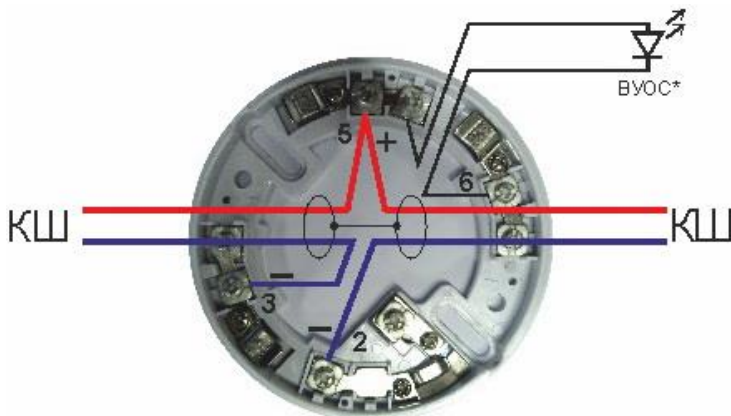

Рисунок 1. Схема подключения извещателей.
4.1 Схема подключения извещателей показана на рис. 1.
4.2 Розетку вместе с основанием упаковки закрепить двумя винтами в месте установки извещателя и подключить к шлейфу согласно схемы подключения на рис. 1, пропустив входящие и выходящие провода через основание упаковки внутрь свободной области в центре розетки. Извещатель подключить с помощью розетки согласно нумерации на розетке и извещателе. Назначение контактов извещателя приведено в табл.2.